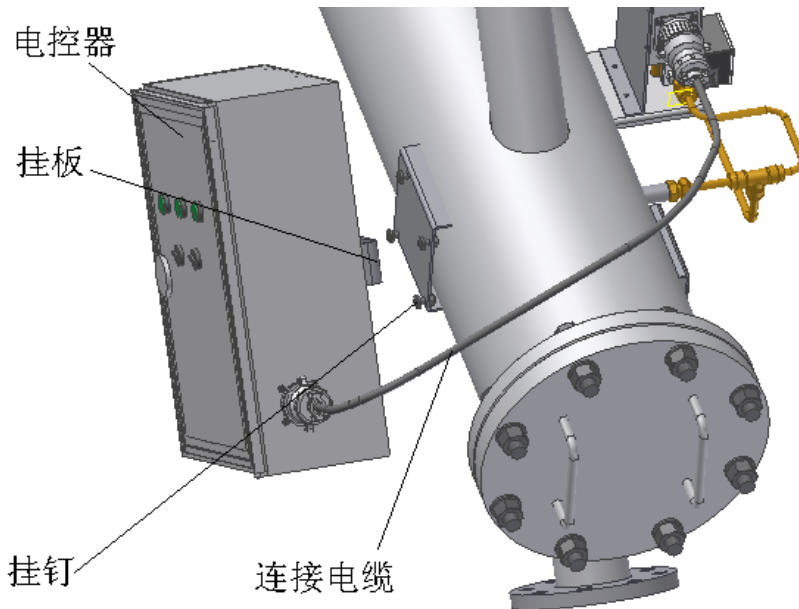

图 9
a. 电控器挂于过滤装置上，如图 9 所示，将电控器挂板挂在过滤装置的挂钉上，有两个方向，可根据需要放置。
8) 电气连接如图 9 所示，将连接电缆线航空插头插入电控器和电控盒的航空插座内，完成机电连接。